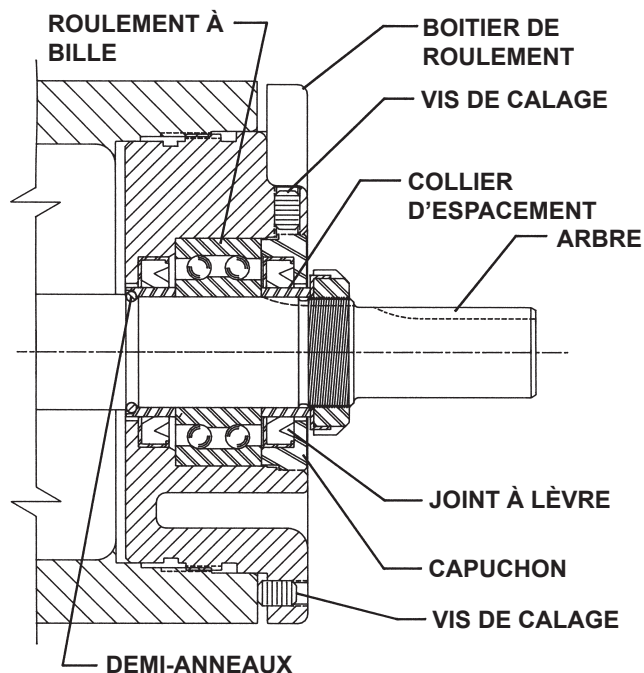

FIGURE 7
4. Desserrer les deux vis de calage sur la face du boîtier de roulement et déposer le boîtier de roulement du support. **Voir Figure 7.**